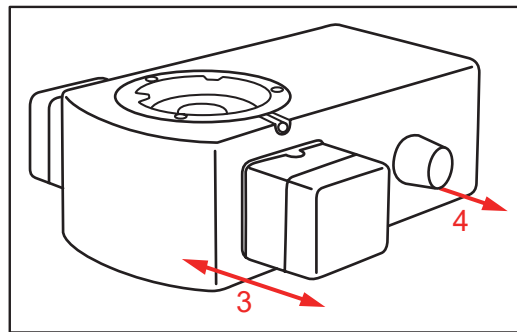

Figura 6.
d) El botón No. 4 es el interruptor de encendido y la perilla para ajustar el brillo (Figura 6).